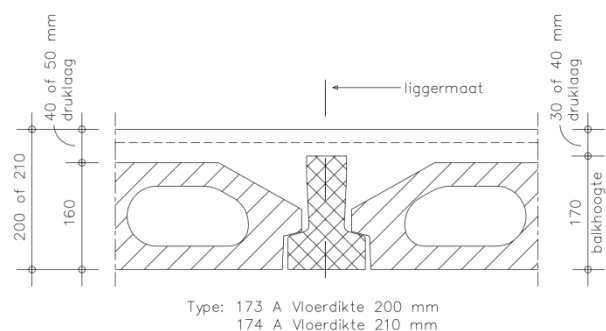

fig. 1
- Maatverdeling van de liggers met behulp van afstandhouten bepalen. (fig.1)